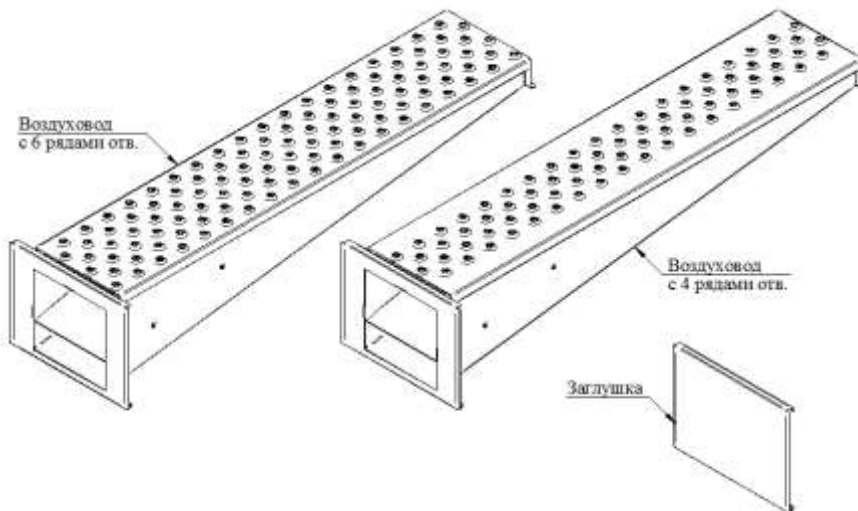

Рис. 14
3. Вынуть воздуховоды и заглушку из камеры (см. Рис. 14).